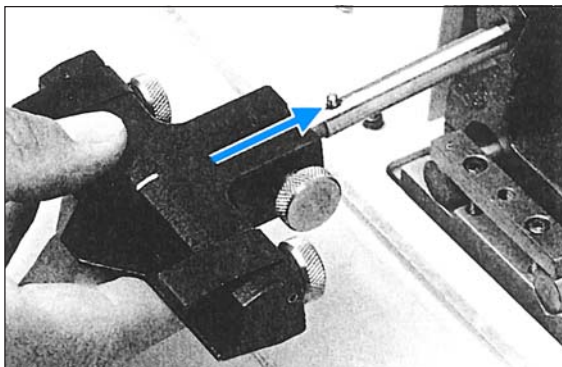

Fig. 11.1
5. Para fijar el porta-cuchillas en el brazo portador, gire el brazo con la mano, de forma que la espiga quede en posición vertical (**vea Fig. 11.1**). Agarre el porta-cuchillas de modo que las mordazas de sujeción señalen hacia arriba.